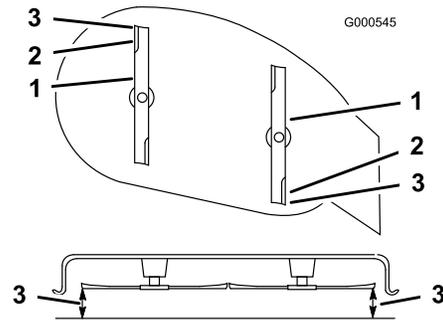

Figura 44
5. Ponga la altura de corte en **D** (76 mm) y gire con cuidado las cuchillas hasta que estén alineadas hacia adelante y hacia atrás (Figura 44).
6. Mida entre la punta de la cuchilla delantera y la superficie plana y entre la punta de la cuchilla trasera y la superficie plana (Figura 44). Si la punta de la cuchilla delantera no está entre 1,6 y 7,9 mm más baja que la punta de la cuchilla trasera, ajuste la contratuerca delantera.
1,6–7,9 mm más baja que la punta de la cuchilla más atrasada (Figura 44).